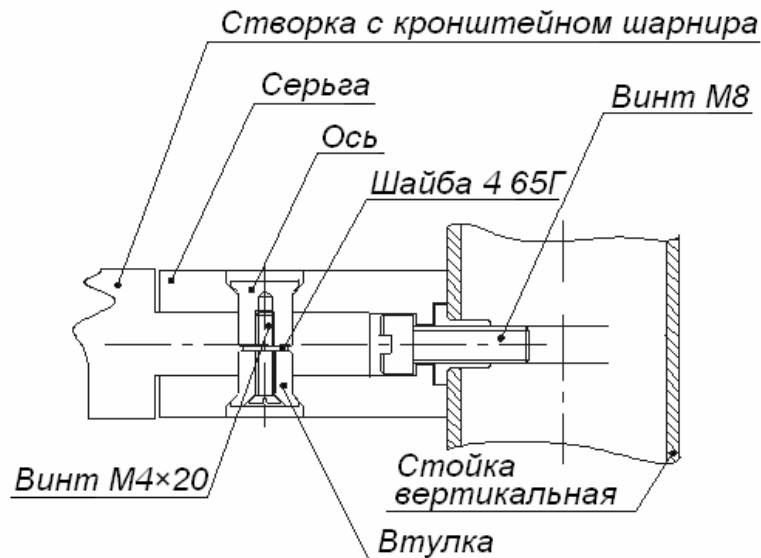

Рисунок 5. Крепление шарниров к опорной стойке поворотной секции ограждения
4. Закрепите на опорной стойке двумя винтами M8×25 две серьги шарниров, как показано на рис. 5. Установите в рабочее положение опорную стойку. Для обеспечения вертикальности установки стоек рекомендуется использовать монтажные прокладки 50×20×0,5...0,8 мм.